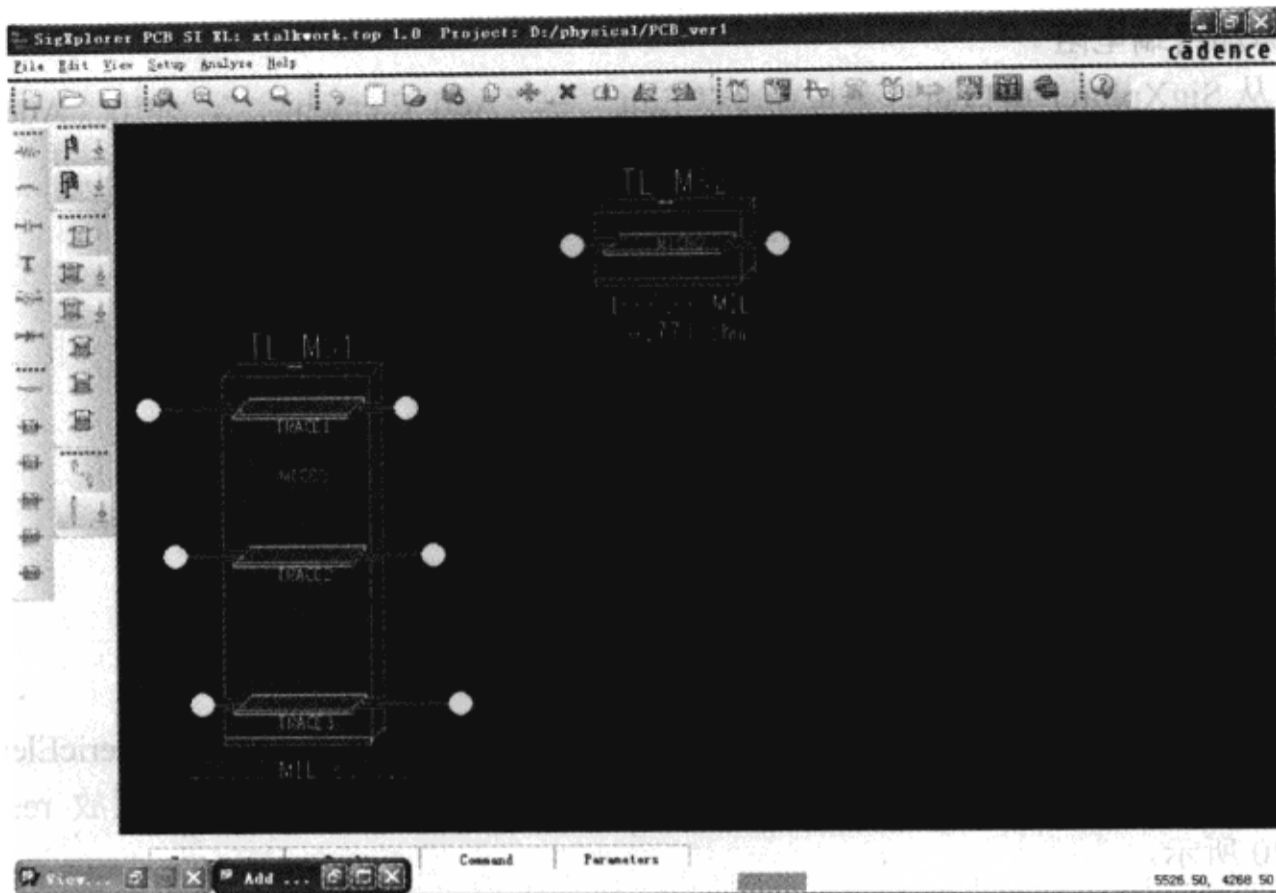

图 3-10-15 添加模型
(2) 从“Add Element Browser”对话框的“Model Type Filter”栏中选择“Interconnect”并从列表“Model Name”中选择“Microstrip\_1”，在 SigXplorer 窗口 Microstrip\_1 模型连接指针→移动指针到 SigXplorer 工作区间→单击鼠标左键摆放 Microstrip\_1 模型，如图 3-10-15 所示。
(3) 单击“OK”按钮，关闭“Add Element Browser”对话框。